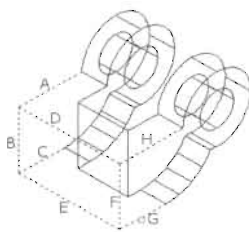

图 14-176
(12) 在命令提示行输入 Fillet 命令并回车, 对实体的边缘进行圆角, 如图 14-176 所示, 命令执行过程如下。